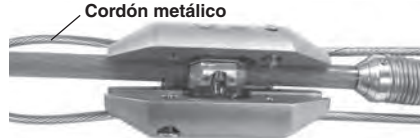

Figura 6 – Colocación del bulbo de la varilla de empuje dentro del casquillo
4. Abra el casquillo en la varilla de empuje del CROSSCHEK y coloque el bulbo (con la varilla de empuje ya conectada) dentro de la cavidad. Fíjese en que las ranuras al interior del bulbo se alineen con el cordón metálico (Figura 6). Cierre el casquillo y apriete los dos tornillos.